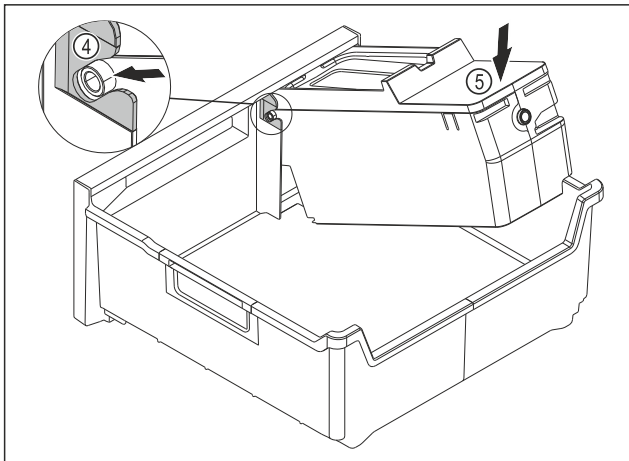

Fig. 134
- ▶ Встановіть корпус EasyTwist-Ice: Вставте осі корпусу EasyTwist-Ice в напрямні Fig. 134 (4).
- ▶ Натисніть на корпус EasyTwist-Ice Fig. 134 (5) ззаду вниз.